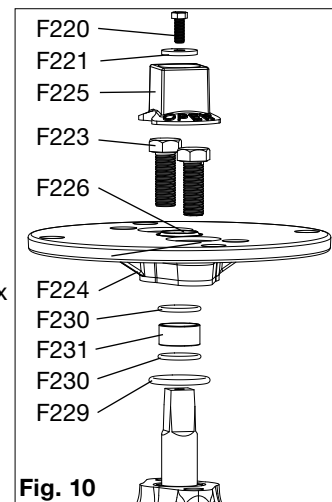

Fig. 10
6.2 Плита для установки индикатора положения (Рис. 10)